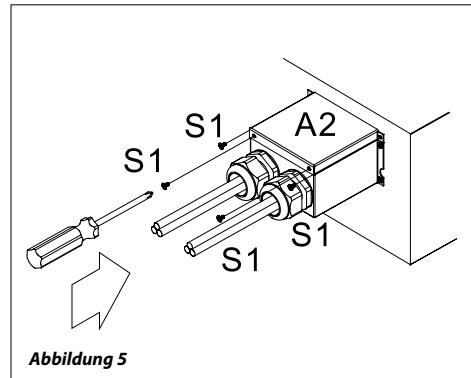

Abbildung 5
- Befestigen Sie den Deckel der Eingangsklemmen mit Schrauben. Siehe Abbildung 5